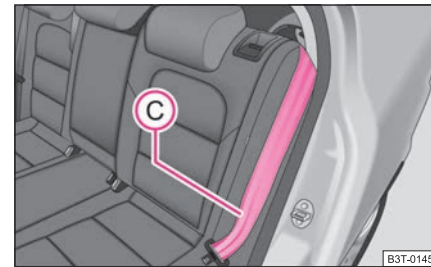

Abb. 69 Rücksitzlehne verriegeln
- Legen Sie den hinteren seitlichen Sicherheitsgurt (C) hinter die Kante der Seitenverkleidung ⇒ Seite 77, Abb. 69.